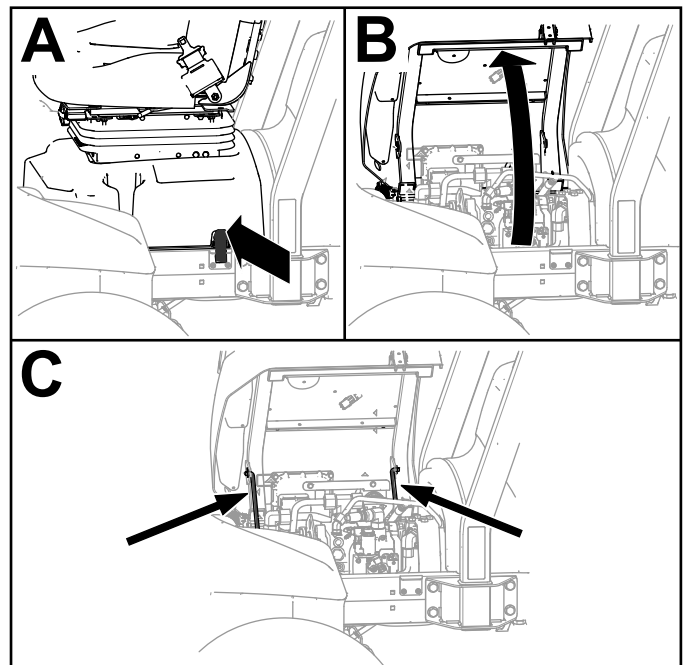

Figure 64
1. Déverrouillez la base du siège (A de Figure 64).
2. Basculez le siège et la base (B de Figure 64).
3. Soutenez-les dans cette position avec les béquilles (C de Figure 64).